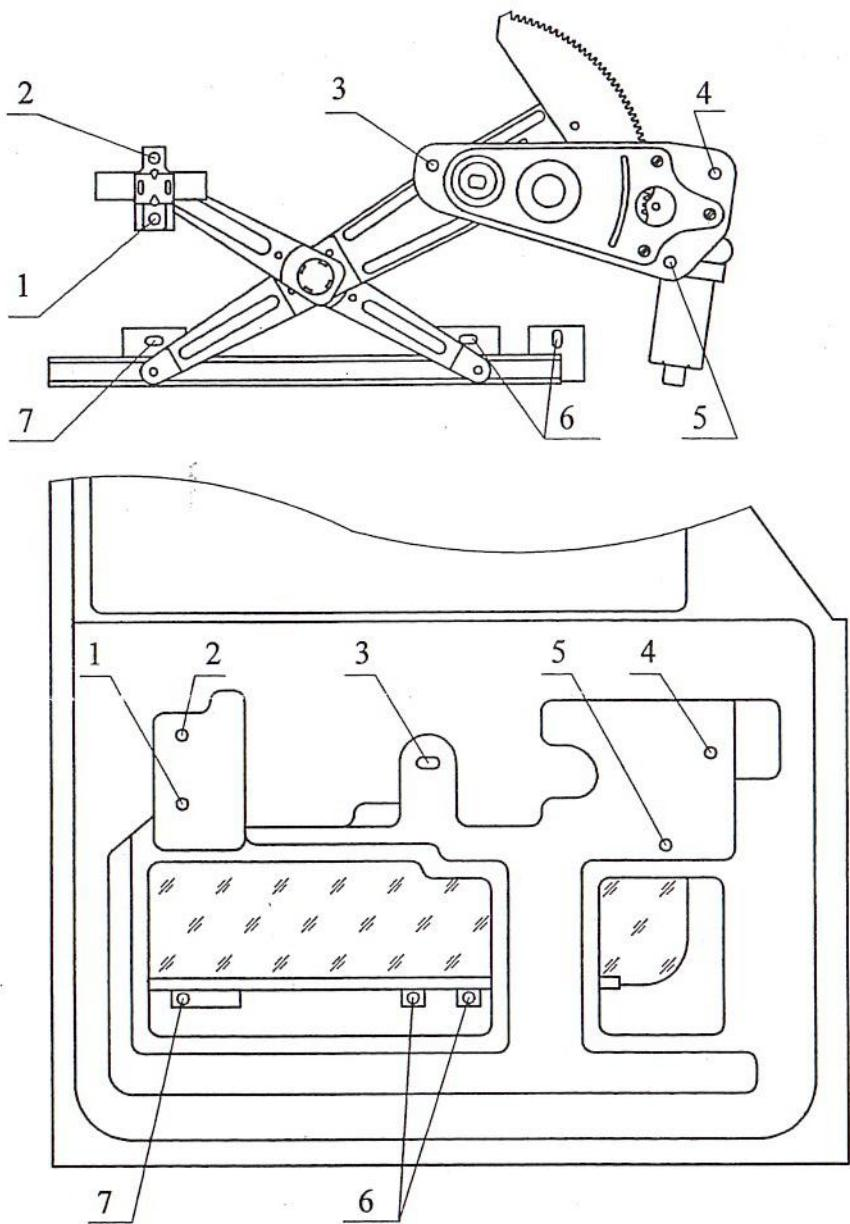

Рис.2
6.5 Установить ЭСП в двери в соответствии с рис.2, закрепить штатными болтами M6х10 и стопорными шайбами.